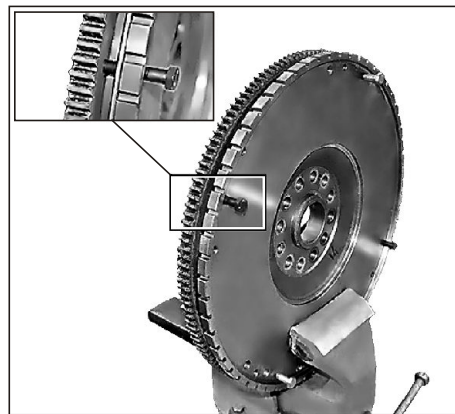

Рис. 40. Снятие зубчатого венца.
3. Если необходимо снять венец, следует открутить винты крепления зубчатого венца и спрессовать его с помощью болтов М10 (см. **Рис. 40**).